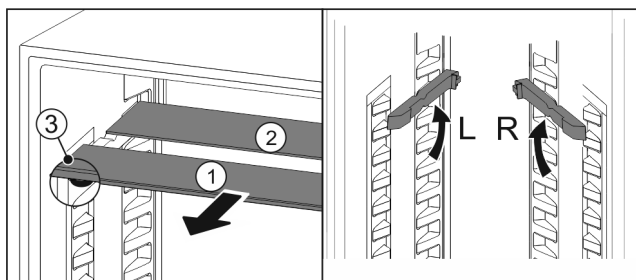

Fig. 20
- Extrageți Fig. 20 (1) pe rând plăcile de sticlă spre înainte.
- Placa de sticlă Fig. 20 (1) cu șipca decorativă se află în față.
- Opritoarele Fig. 20 (3) indică în jos.